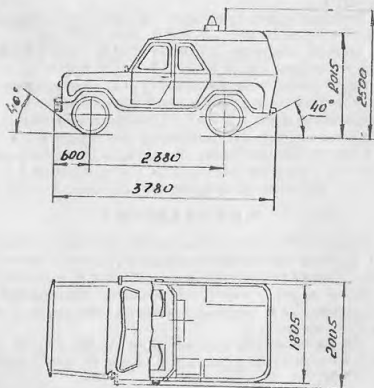

Рис. 1
- 3.6. Основные размеры спецавтомобиля приведены на рис. 1.